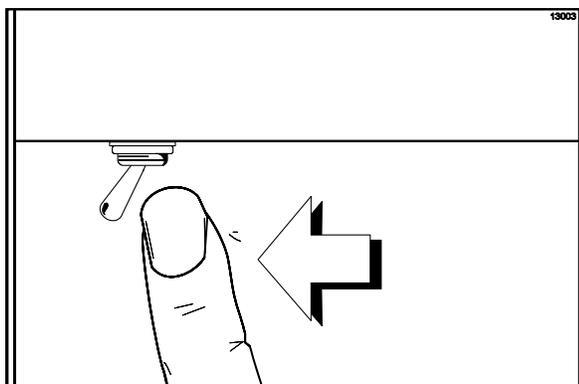

图 101
1. 请务必使电源开关位于 **OFF** 位置。（见图 101。）